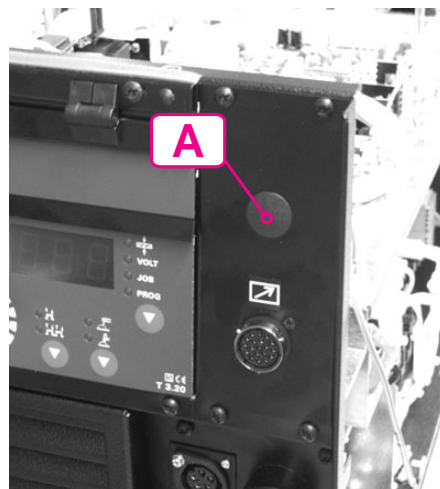

Abb. 1 Blindstopfen
- Blindstopfen (Abb. 1, A) entfernen